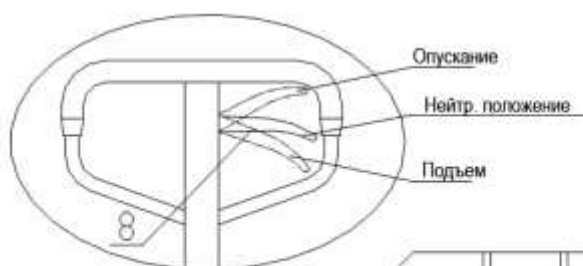

Рис. 4
2.1.7 Покачайте рычаг и проверьте работу функций подъема, опускания в соответствующих положениях рукоятки (8). См. рис. 4. Проверьте нейтральное положение рукоятки.
3.2 См. рис. 4. Для взвешивания и транспортировки груза рукоятка (8) должна быть установлена в положение опускания. После опускания введите вилы в поддон и установите рукоятку (8) в положение подъема, поднимите вилы (качанием рычага).